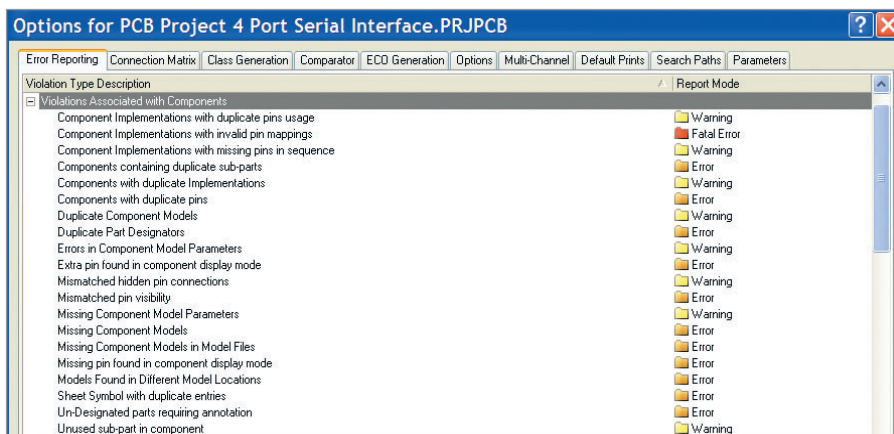

Рис. 9. Предупреждения, связанные с компонентами
2. *Violations Associated with Components* – предупреждения, связанные с компонентами (см. рис. 9):